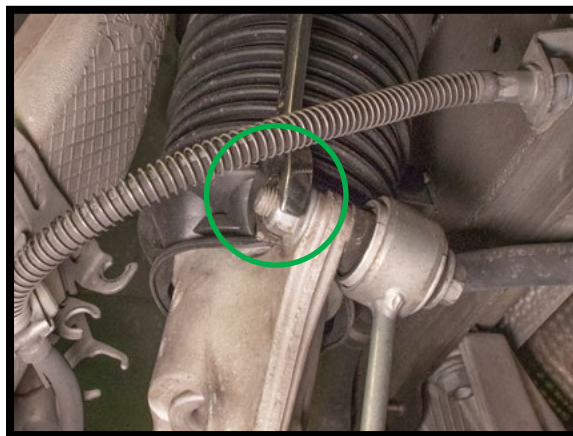

图12
10. 拧松并拆下横向稳定杆连杆螺母，与支柱分离。（图12）